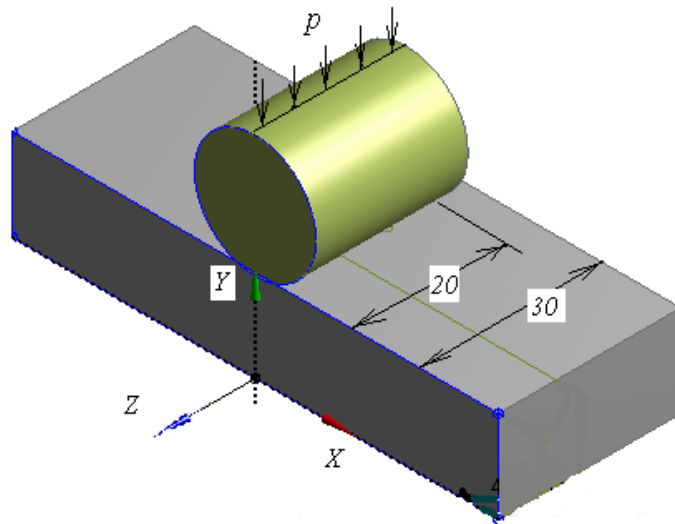

Рис. 1. Загальний вигляд моделі
**Тема роботи:** Моделювання напружено-деформованого стану в контактній парі ролик-втулка підшипника з використанням типу аналізу *Static Structural* – аналізу статичної міцності в *AnsysWorkbench*. Загальний вигляд контактної пари та вихідні дані представлені на рис. 1, 2. Розглянути варіанти різних величин плям контакту. Цей приклад можна назвати «контактною задачею» умовно, тому що при його розгляді спеціальні схеми розв'язку контактної задачі та спеціальні СЕ не задіяні.